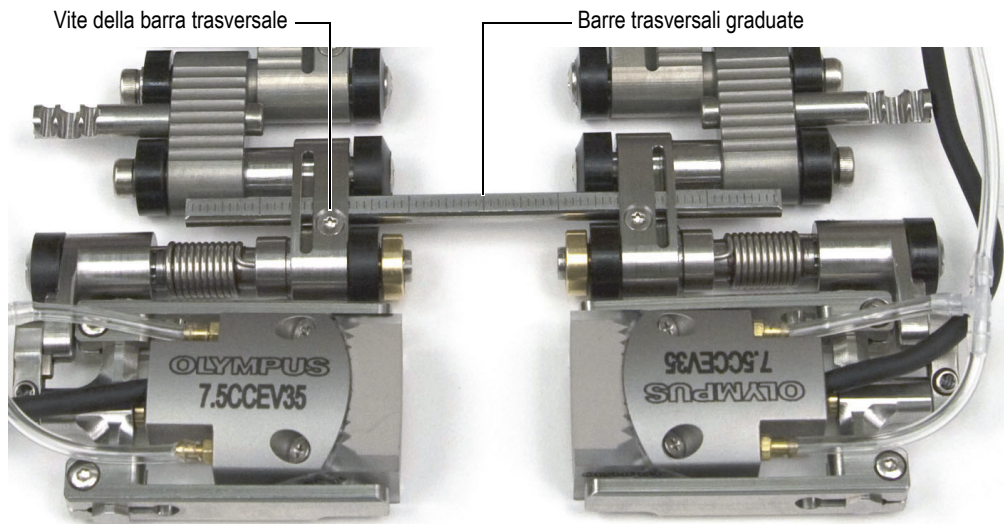

Figura 2-21 La barra trasversale graduata
4. Per una scansione con sonde a doppio elemento è necessario separare le due metà dello scanner (vedere Figura 2-21 a pagina 50).